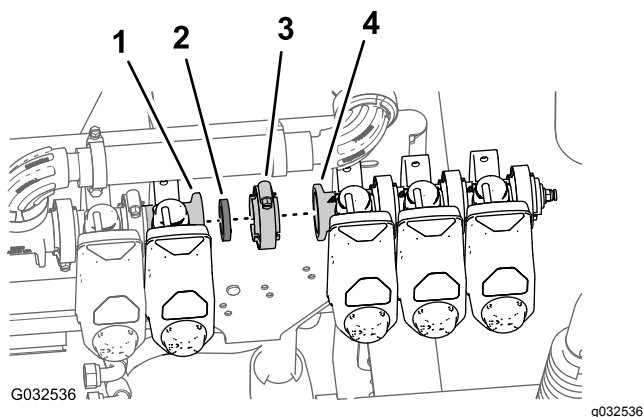

Figura 91
- Alinee la junta y la brida de la válvula de sección izquierda (identificada como válvula de boquilla 8) con la brida de la válvula de boquilla 7 (Figura 91).
- Sujete provisionalmente la junta y la válvula de boquilla 8 a la válvula de boquilla 7 con una abrazadera para bridas (Figura 91).